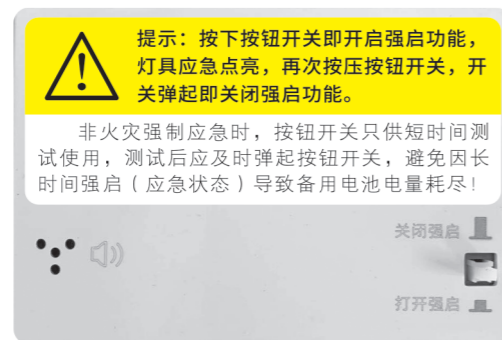

图9
(3)、模拟试验：在主屏时，按【测试】键，模拟应急，显示屏显示【N#系统强启】，应急状态指示灯点亮（如图9）。
(4)、系统强启：打开机箱柜门，在显示屏背后，按下开关即【打开强启】，显示屏显示【N#系统强启】，应急状态指示灯点亮，再按下开关即【关闭强启】（如图9）。